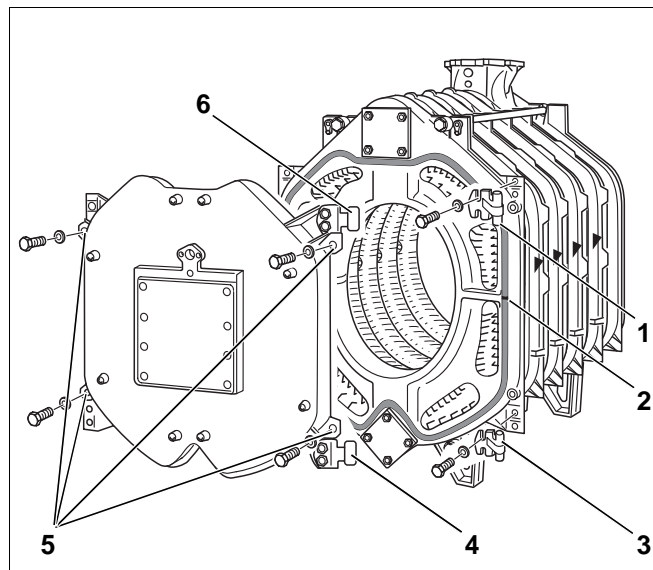

Рис. 28
На заводе обе шарнирные петли (рис. 28, поз. 4 и 6) устанавливаются справа на дверце горелки. Для открывания дверцы налево необходимо установить петли соответственно с левой стороны дверцы горелки.
- Закрепить шарнирные крюки (рис. 28, поз. 1 и 3) на передней секции, используя для этого по два болта М 12 х 50. На рис. 28 изображена навеска дверцы справа. Для навески дверцы слева привинтить крюки соответствующим образом с левой стороны.
- Уплотнительный шнур 18 мм приклеить к передней секции. При этом место стыка уплотнительного шнура должно быть сбоку (рис. 28, поз. 2).
- Дверцу горелки закрыть и прикрутить четырьмя болтами (М16 х 140) в указанном месте (рис. 28, поз. 5). Затяжку болтов следует производить равномерно крест-накрест.